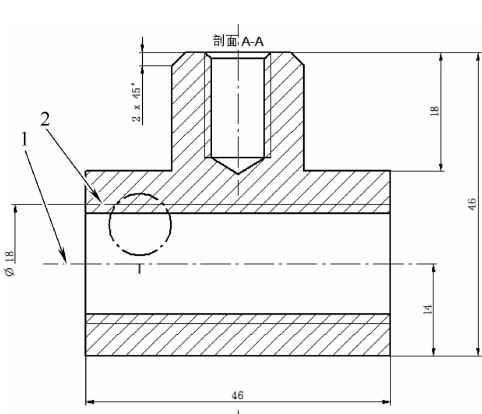

图 9-90 对称直径尺寸标注 1
- (3) 标注主视图中的螺纹外径与螺纹内径。由于是对称直径，因此单击【主页】菜单栏中【尺寸】区域中的  【对称直径】命令，系统弹出【对称直径】命令条，在【尺寸方位】下拉列表中选择【水平/竖直】选项。先选择如图 9-90 所示的中心线，然后选择边线为测量对象，在合适的